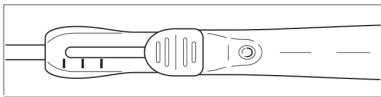

Figure 12 : Repères sur le manche pour le ballonnet de 8 mm de long
- c. Lors de l'utilisation du ballonnet de 8 mm de long, plusieurs opérations de gonflage peuvent être nécessaires pour obtenir le résultat souhaité. Rétracter partiellement le mécanisme d’insertion du ballonnet entre les opérations en utilisant les repères de 5 mm situés sur le manche afin de garantir le traitement sur toute la longueur. Voir la Figure 12.